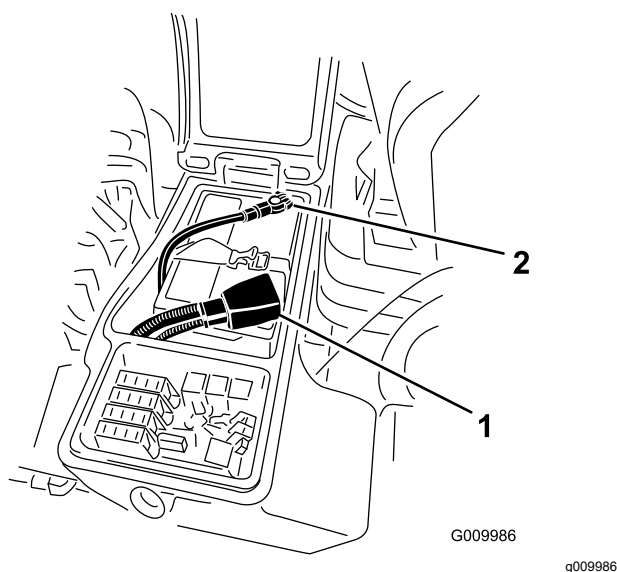

Figura 66
3. Retire el cable negativo (negro) del terminal negativo (-) y el cable positivo (rojo) del terminal positivo (+) de la batería (Figura 66).
6. Conecte el cable positivo (rojo) al borne positivo (+) y el cable negativo (negro) al borne negativo (-) de la batería (Figura 66).